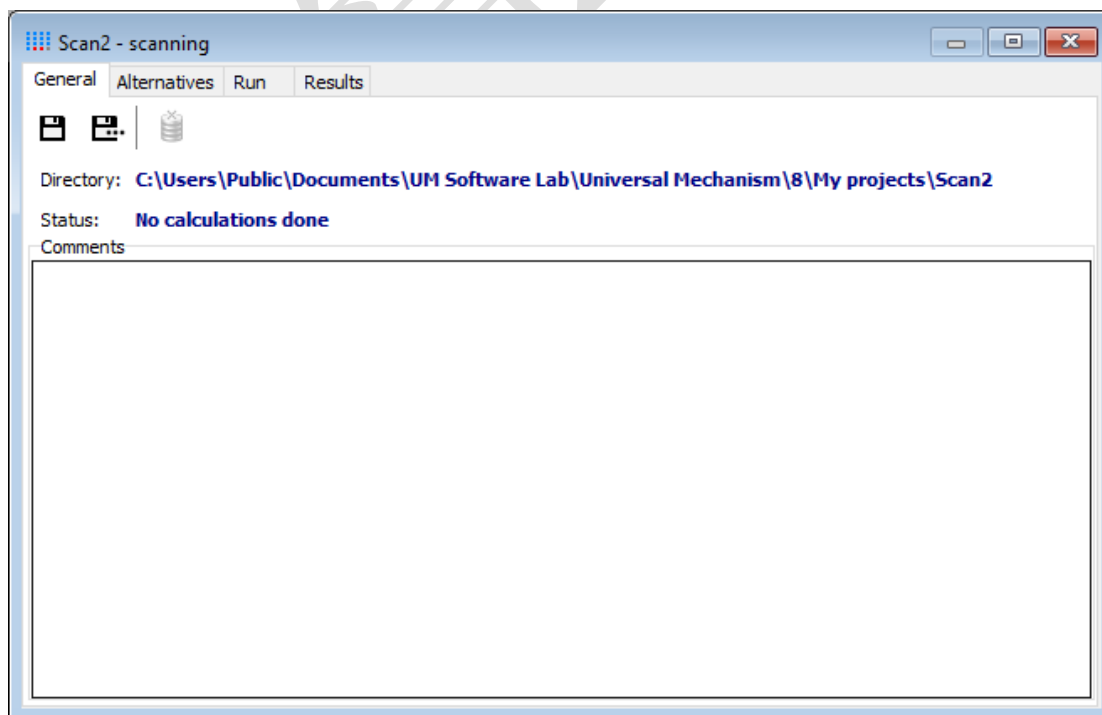

图 2.3 Scanning 项目界面
4. 点击 **OK**，创建一个 **Scanning** 项目，此时弹出 **Scanning** 项目界面，如图 2.3 所示。